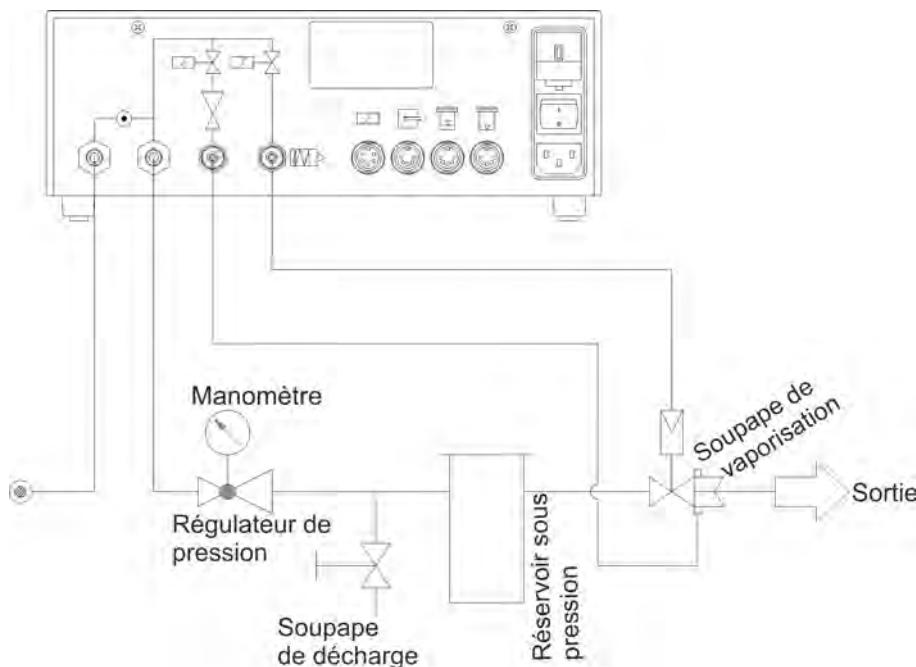

Fig. 1 : Description du fonctionnement
- 4.** Etablir le raccordement d'air comprimé (voir Fig. 1 ).
- 5.** Brancher la soupape de vaporisation d'air (voir Fig. 1 ).